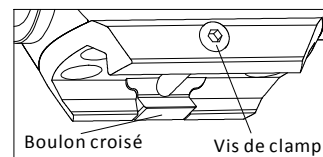

Fig 3
2. Insérez la clé Torx appropriée (incluse) dans la tête de vis de bride, tournent pour détacher le boulon croisé et puis glissez la vue dans le rail d'arme à feu à l'approprié position. Serrez enfin la vis de bride. (Fig3)